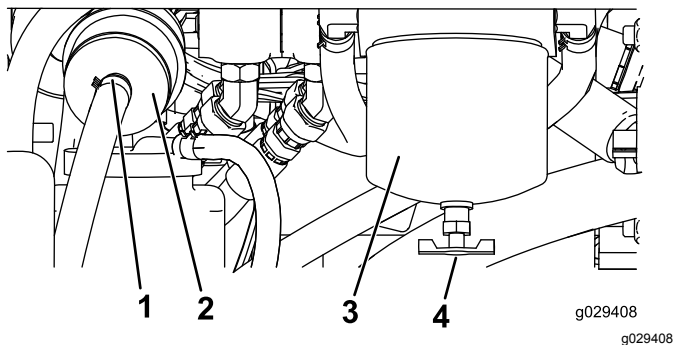

Figura 49
4. Localice el filtro de combustible en el lado trasero del motor (Figura 49), y coloque debajo un recipiente limpio.
4. Localice los filtros de combustible en el lado derecho del motor (Figura 49), y coloque debajo un recipiente limpio.
5. Limpie la zona de montaje del cartucho del filtro (Figura 49).
6. Retire el cartucho del filtro y limpie la superficie de montaje (Figura 49).
9. Instale el cartucho del filtro a mano hasta que la junta entre en contacto con la superficie de montaje, luego gírelo media vuelta más (Figura 49).
10. Localice el filtro en línea situado a la izquierda del cartucho del filtro de combustible (Figura 49) y observe la flecha de sentido de flujo impresa en el lateral del filtro en línea.
11. Abra las abrazaderas de cada extremo del filtro en línea y retire las mangueras del mismo (Figura 49). Deseche el filtro.
12. Deslice las mangueras sobre el extremo de un filtro nuevo (Figura 49), asegurándose de que la flecha del filtro apunta hacia el motor o la bomba de combustible eléctrica.